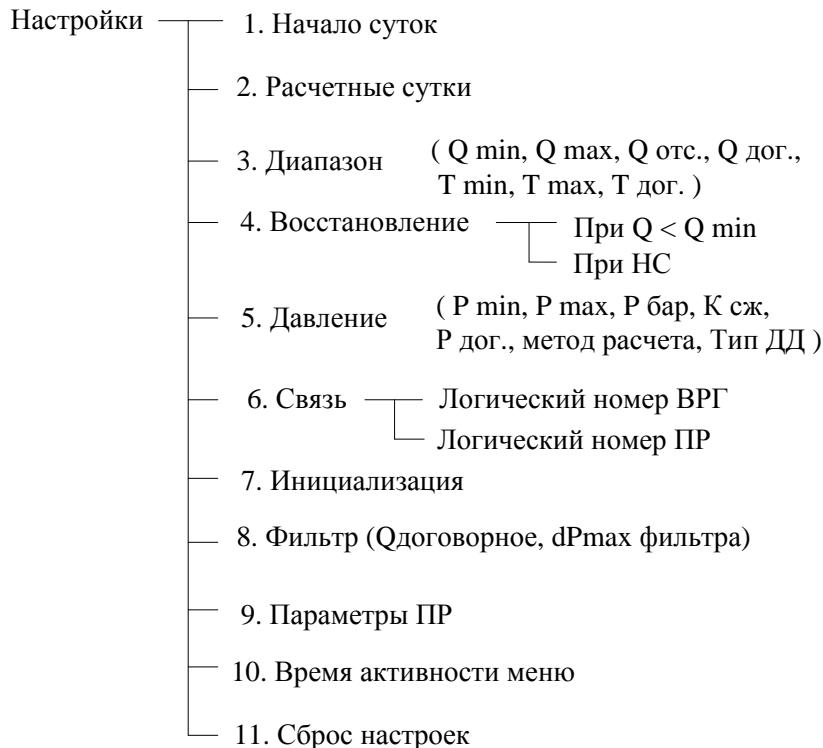

Рисунок 9
2.6.14 Пункт меню «Настройки» предназначен для ввода настроек параметров объекта (рисунок 9).